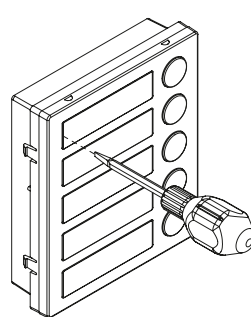

Fig. 56
- Voer de schroevendraaier (platte zijde) in de opening van de kaarthouder, zoals geïllustreerd in **Fig. 56**;